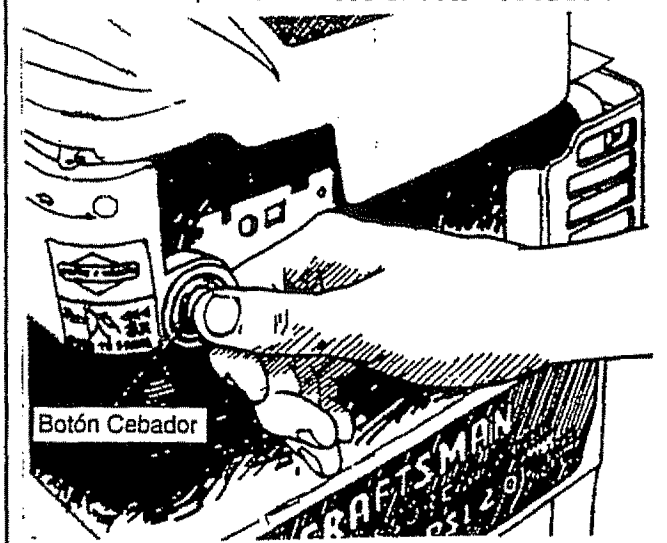

FIG. 14
- Apriete firmemente 5 veces el botón cebador (Fig. 14).